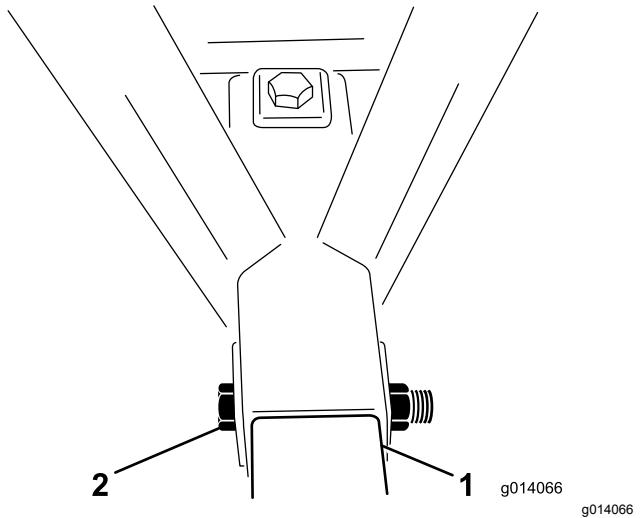

图 4
- 把一个 1 x 6½ 英寸 的螺栓从框架插入挂钩管然后使用锁紧螺母固定(图 4)。上紧锁紧螺母扭矩至 976~1,193N·m。
- 把一个 1 x 6½ 英寸 的螺栓从框架顶部插入挂钩管然后使用锁紧螺母固定(图 4)。上紧锁紧螺母扭矩至 976~1,193N·m。